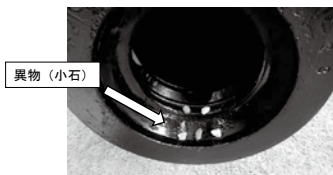
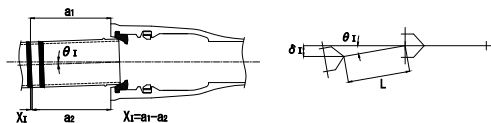

図15 異物が挟まった場合の例
図16 曲げ挿入できる角度(θ_1)と偏位(δ_1)
- (1) 管をクレーンなどで吊った状態にして挿し口を受口に預ける。この時、ゴム輪や挿し口に石や木片などの異物が付着しないようにする (図15)。また、2本の管の曲げ角度が 2° 以内となるようにする (図16および表5)。 2° より大きく屈曲した状態で挿入すると、ゴム輪がずれたり、挿し口先端がロックリングに引っかかったりして接合できなくなる場合がある。ライナを装着した直管受口に接合する場合はまっすぐに接合すること。